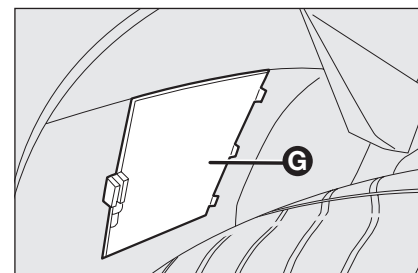

fig. 13
- ☐ braquez totalement les roues vers l'extérieur pour exposer la patte **G-fig. 13**, ouvrez la patte et dévissez le dispositif de fixation;